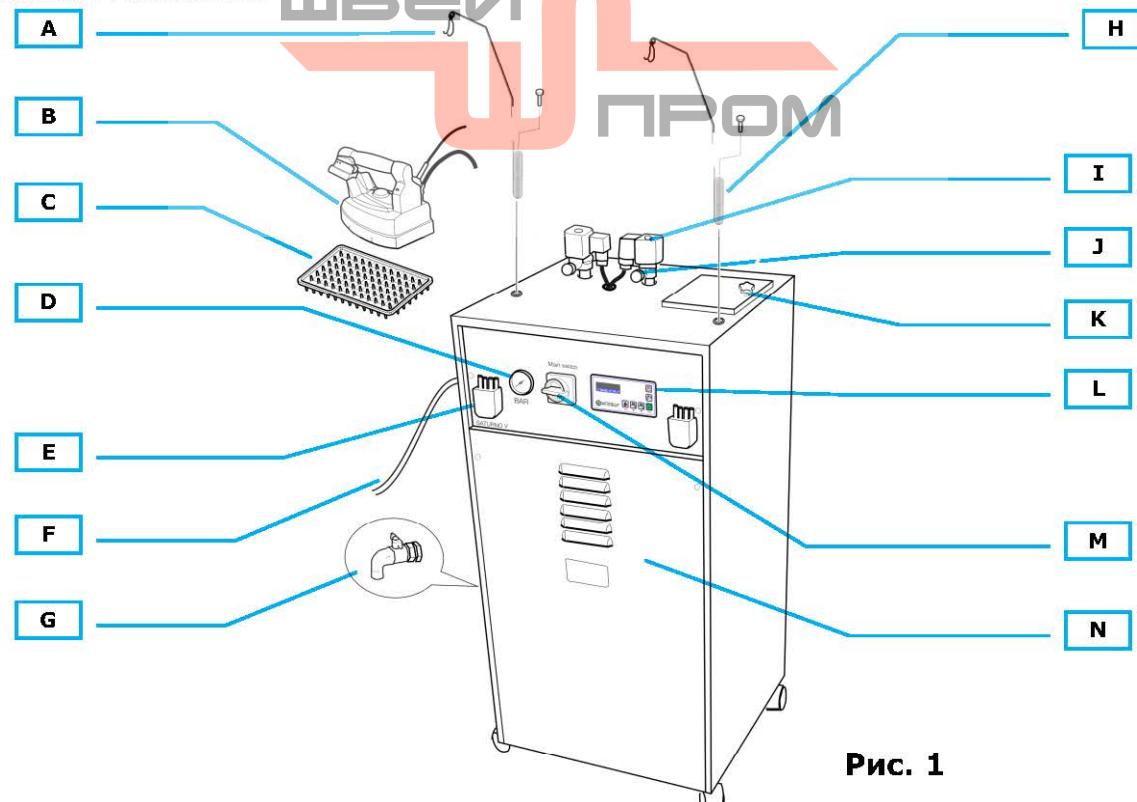
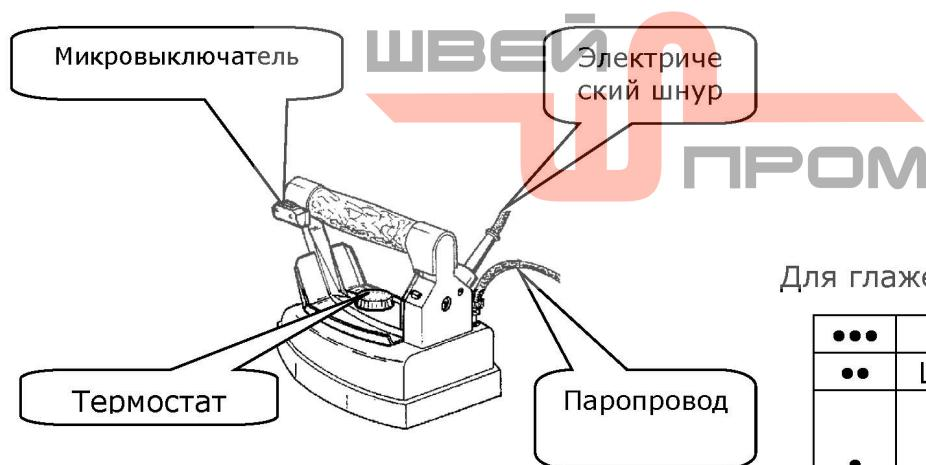

Рис. 1
Рис. 2
- Закрепите держатель (рис. 1-H) в соответствующем отверстии и подключите утюг к разъему (рис. 1-E).
- Закрепите паропровод к электроклапану с помощью зажима (рис. 1-I).
- Закрепите кабели на крючки держателя кабеля (рис. 1-A), избегая перекручивания.
- Установите утюг на прилагаемый резиновый коврик (рис. 1-C).
Чтобы наполнить бак генератора водой, необходимо поднять дверцу (рис. 1-К) и налить воду внутрь, следя за тем, чтобы не пролить ее на парогенератору или электронный блок управления.
2. Подождите, пока не загорится значок котла. Возьмите утюг за ручку, поверните его к полу и нажмите клавишу утюга (рис. 2) 4-5 раз, чтобы выпустить пар. Это нужно для нагрева паропровода и предотвращает утечку воды из утюга. Поток пара регулируется винтом электроклапана (рис. 1-J).
1. Отрегулируйте температуру утюга (рис. 2). Для сухого глажения вы можете установить термостат в различных положениях, в зависимости от типа ткани, которую вы хотите гладить (см. Инструкции на этикетке одежды). Для глажения с паром термостат должен быть установлен в положение «хлопок» или «лен».
2. Приступите к глажению, периодически нажимая на клавишу утюга (рис. 2), включая пар.